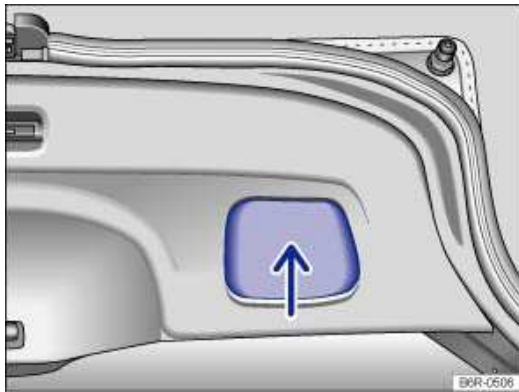

Abb. 33 Geöffnete Heckklappe: Griffmulde zum Zuziehen.
- In die Griffmulde in der Innenverkleidung der Heckklappe fassen → Abb. 33 (Pfeil).